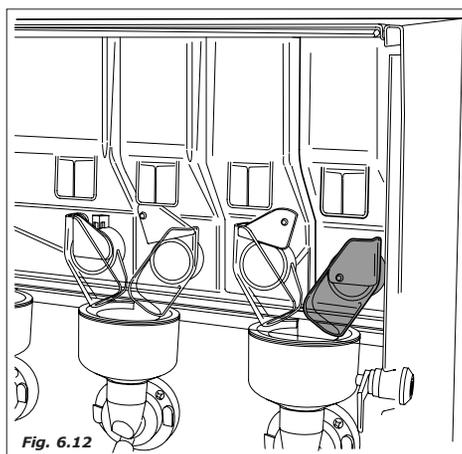

Fig. 6.12
- uma vez acabado o enchimento efetuar algumas lavagens do grupo mixer para encher todos os circuitos e eliminar eventuais resíduos da caldeira (Fig.6.12).